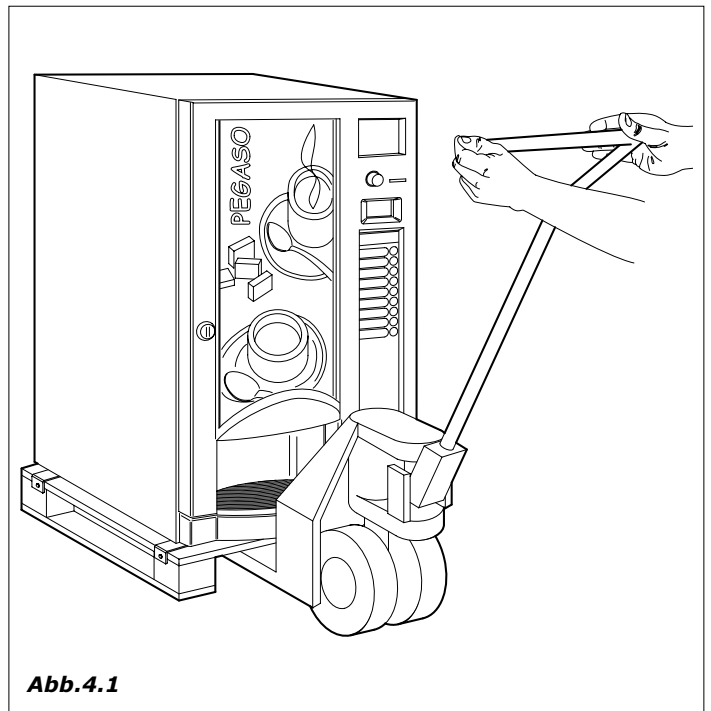

Abb.4.1
4.1 Handling und Transport (ABB. 4.1)